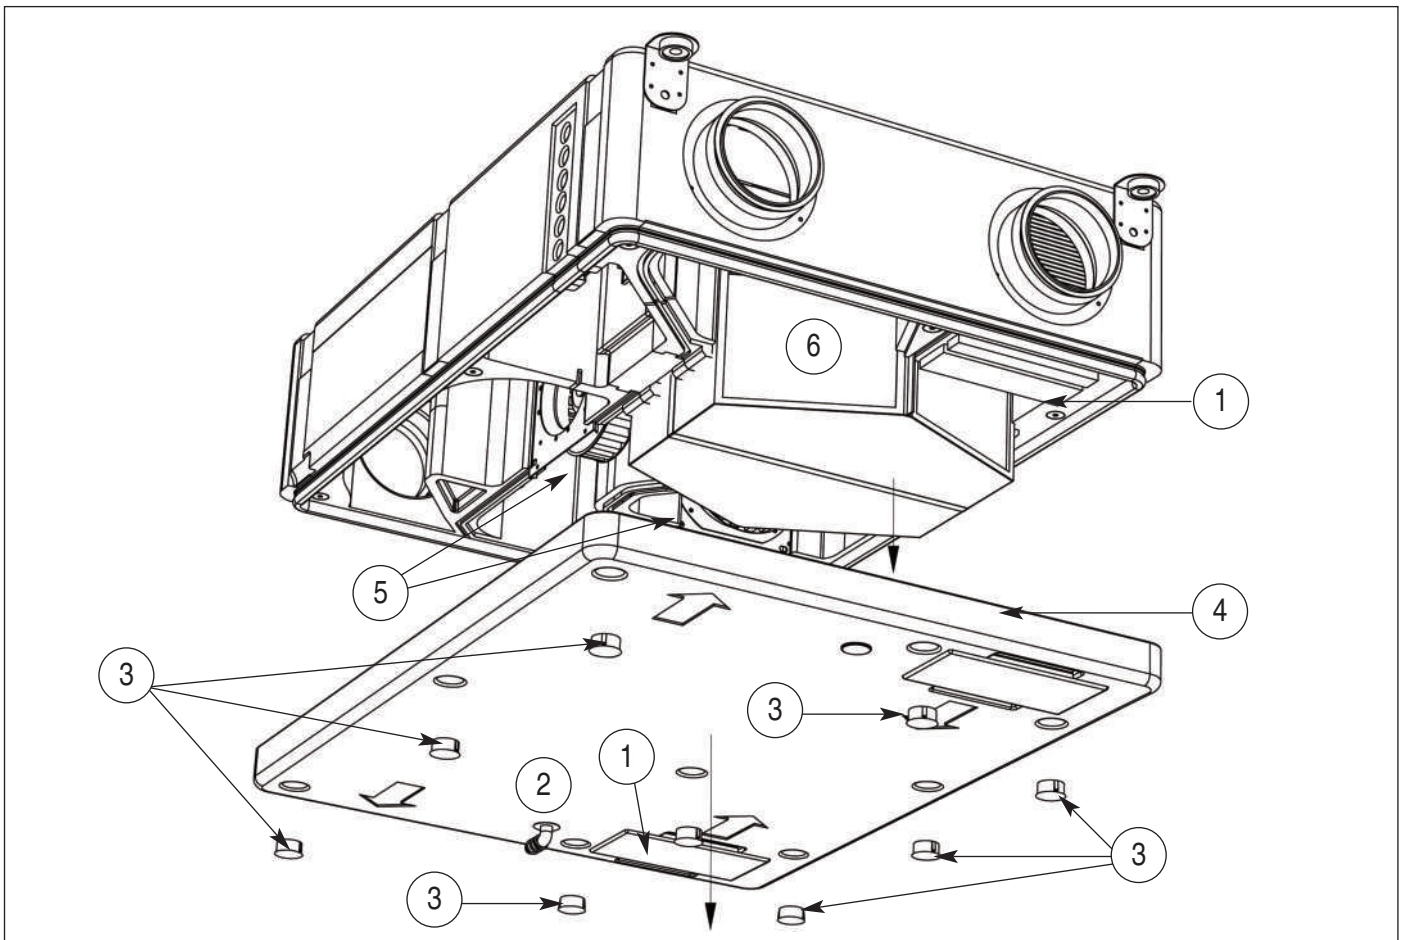

fig. 34
- 2) Rimuovere entrambi i filtri (1 fig. 34).
- 3) Disconnettere il sifone di scarico condensa (2 fig. 34).
- 4) Togliere prima i tappi di copertura (3 fig. 34), svitare le viti del pannello frontale (4 fig. 34) con l'apposita chiave TORx, quindi rimuovere il pannello tramite la presa ergonomica ad incasso.
I ventilatori (5 fig. 34) possono essere sfilati facendoli scorrere attraverso l'apposita scanalatura e avendo cura di accompagnare la discesa di ciascun ventilatore, dopo lo sblocco.
In occasione dell'apertura dello pannello, verificare lo stato di pulizia del recuperatore (6 fig. 34) e, se necessario, procedere allo smontaggio sfilandolo dalla sua sede usando l'impugnatura presente su esso; se unità orizzontale, avere cura di accompagnarne la discesa. Per la pulizia, non usare detersivi aggressivi o solventi.
Disconnettere il sifone di scarico condensa (2 fig. 34).
- 2) Remove both filters (1 fig. 34).
- 3) Disconnect drain trap connection (2 fig. 34).
- 4) First remove cover plugs (3 fig. 34), unscrew frontal panel screws (4 fig. 34) with TORx key and remove front cover panel using ergonomic handle.
The fans (5 fig. 34) can be removed by sliding them through the appropriate groove and taking care to accompany the descent of each fan, after unlocking.
On the occasion of the opening of the main panel, check the cleaning of the plastic heat recovery (6 fig. 34) and, if needed, remove it from its place by its handle; in case of horizontal unit take care to drive the descent of the heat recovery. For cleaning, don't use aggressive detergents or solvents.
Disconnect siphon drain condensate (2 fig. 34).